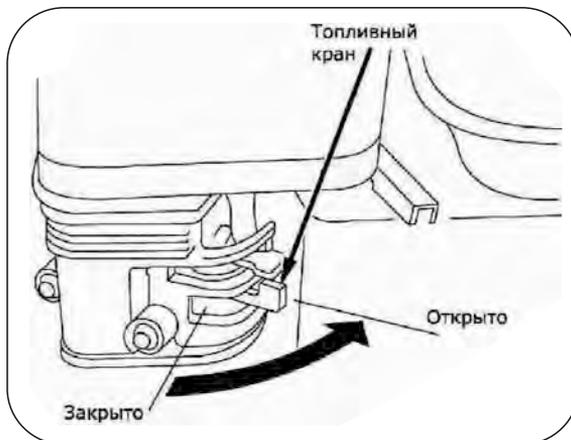

Рис. 14. Управление топливным краном и заслонкой обогатителя.
- Заменить масло в двигателе на масло с более низкой вязкостью, по классификации SAE: 5W-30, 5W-40, 0W-30, 0W-40. Для подбора масла можно воспользоваться рис. 14, где показаны температурные диапазоны работоспособности всесезонных зимних